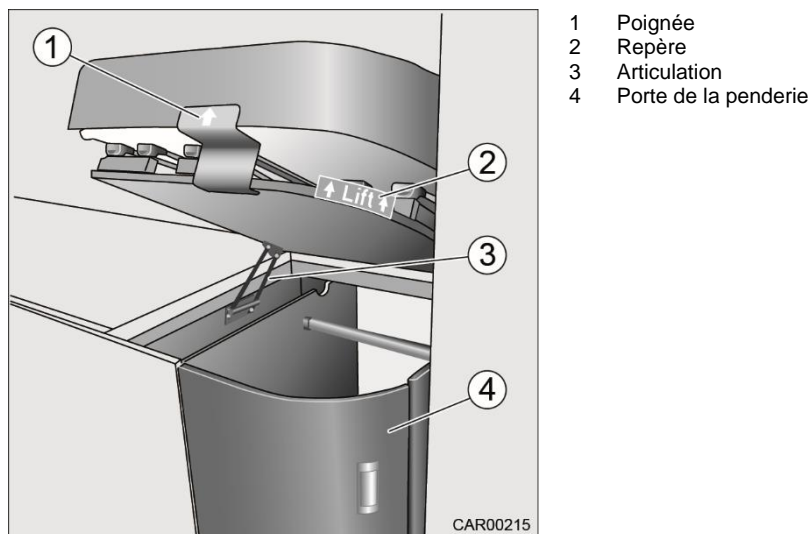

Fig. 78 Lit arrière
2. Relever le sommier divisé en le poussant au point de repère « Lift » (Fig. 78/2) ou au niveau de la poignée (Fig. 78/1).
Le sommier divisé est automatiquement maintenu en position supérieure extrême par l'articulation (Fig. 78/3).
- Avant de prendre la route, ramener le lit en position initiale et fermer la porte de la penderie (Fig. 78/4).